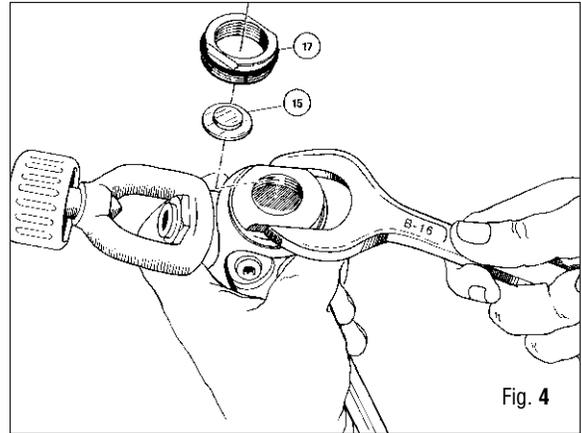

Fig. 4
10. Con la llave (B -16) destornille la tuerca de bloqueo (17) y quite el disco de apoyo del muelle (15). (Fig. 4)